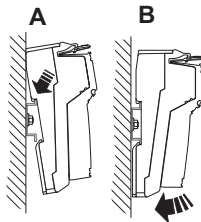

Bild 10-17 Aufrasten des Sockels
- Setzen Sie den Sockel von oben auf die Tragschiene auf (Bild 10-17, A) und drücken Sie ihn dann nach unten (B).